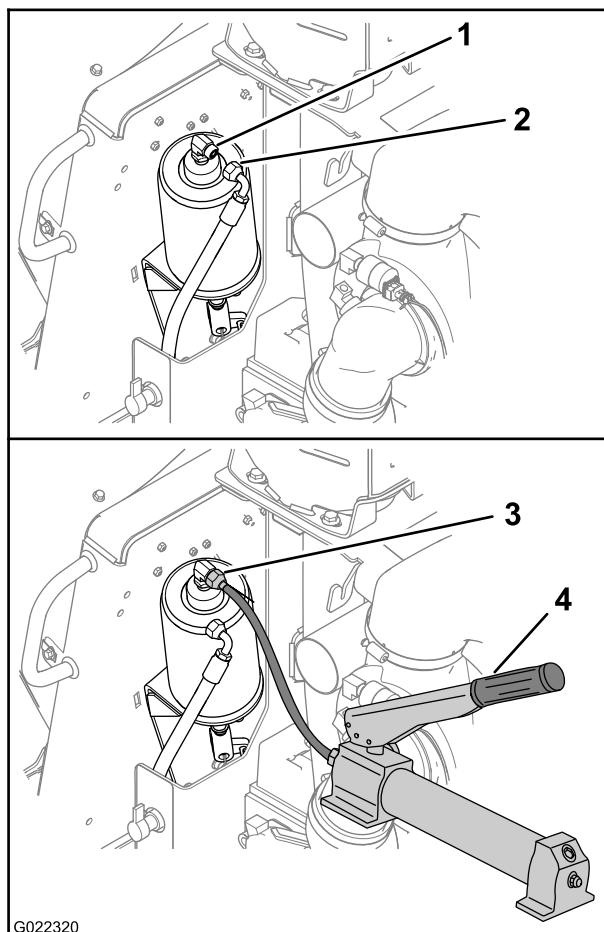

Figure 30
1. Débranchez le flexible hydraulique du cylindre du frein de stationnement, comme montré à la Figure 30.
2. Branchez une pompe hydraulique manuelle capable de produire 350 psi au cylindre de frein (Figure 30).